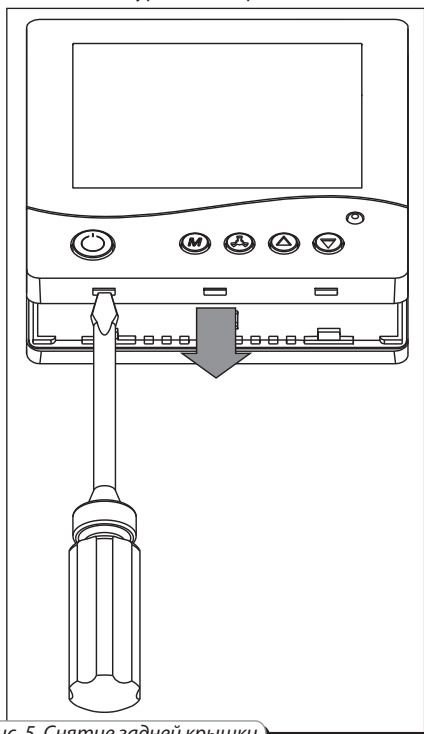

Рис. 5. Снятие задней крышки
- Аккуратно отверткой отстегните защелки через технологические отверстия в нижней части настенной панели управления (рис. 5).
- Закрепите заднюю крышку панели к стене (рис. 5).